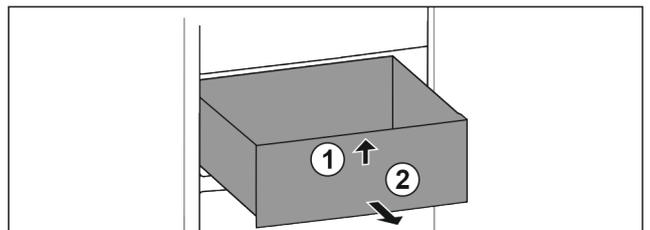

Fig. 95
- ▶ Sollevare il cassetto dal davanti. Fig. 95 (1)
- ▶ Rimuovere il cassetto tirandolo in avanti. Fig. 95 (2)